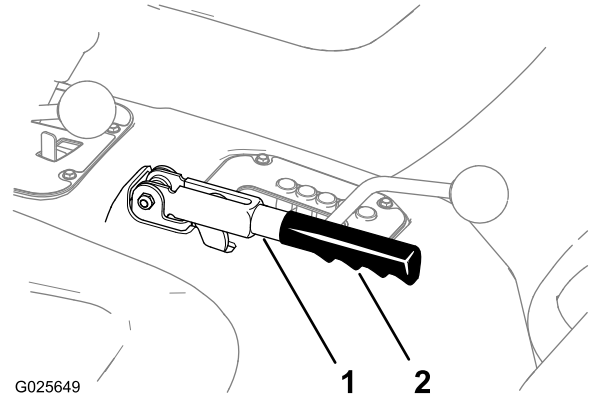

図 79
1. 駐車ブレーキレバーのゴム製グリップをはずす 図 79。
5. 駐車ブレーキレバーにゴム製グリップを取り付ける 図 79。